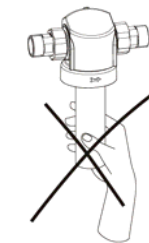

Abb. 3: Filterkerzenwechsel
- Hygienischer Filterkerzenwechsel: Folie öffnen und mit Folie über das Stützgewebe schieben; Folie ohne Berühren der Filterkerze abziehen (siehe Abb. 3).